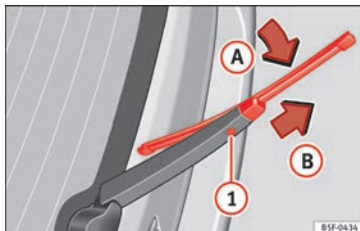

Fig. 201 Remplacement du balai d'essuie-glace arrière.
- Faites pivoter légèrement le balai d'essuie-glace » **fig. 201** (flèche **A**).